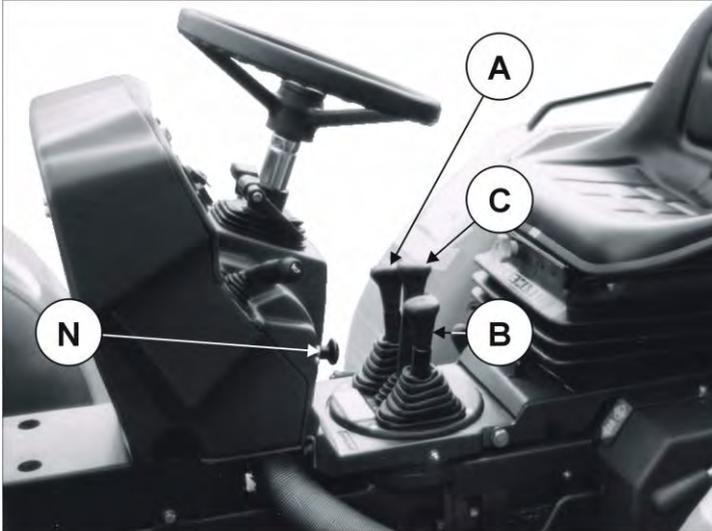

Abb. 6
A. GANGSCHALTHEBEL (Abb.6)
B. SCHALTHEBEL FÜR DIE GRUPPENSCHALTUNG (Abb.6)
C. SCHALTHEBEL FÜR WENDEGETRIEBE (Abb.6)
N. MOTOR-STOPKNOPF (Abb. 6)